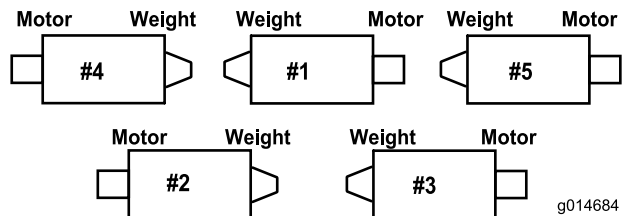

図 6
**重要** #4左前Cuttingユニットと、#5右前Cuttingユニットでは 図 6、ロッドブラケット取り付けナットを使って、